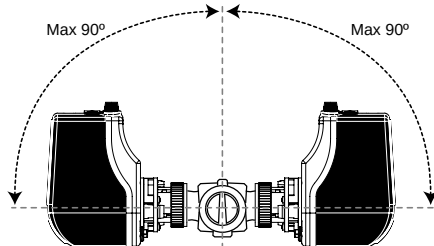

Рисунок 4
❻ Затем установить привод на адаптор клапана и поворачивать по часовой стрелке на 30°, до тех пор пока не услышите щелчка. Не устанавливать привод больше чем на 90° от вертикали (рисунок 4).